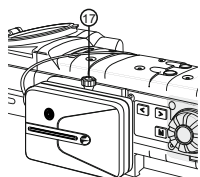

Рис. 2
- Подключите штекер (1) ИВП к разъему внешнего питания (5) ЦПНВ.
- Благодаря наличию крепления, EPS3I может быть установлен на планку Weaver ЦПНВ (см. рис. 2). На приборы, не оснащенные планкой Weaver, EPS3I можно установить с помощью переходника для штативного гнезда 1/4 дюйма.
- Затяните ручку крепления EPS3I (17).